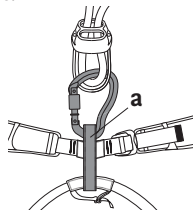

Figure 5
- ◆ Belay and rappel devices should be attached to the belay loop (a) with a locking biner as shown in Figure 5.
- ◆ Les systèmes d'assurage et de descente en rappel doivent être attachés au pontet (a) à l'aide d'un mousqueton de sécurité comme indiqué Figure 5.